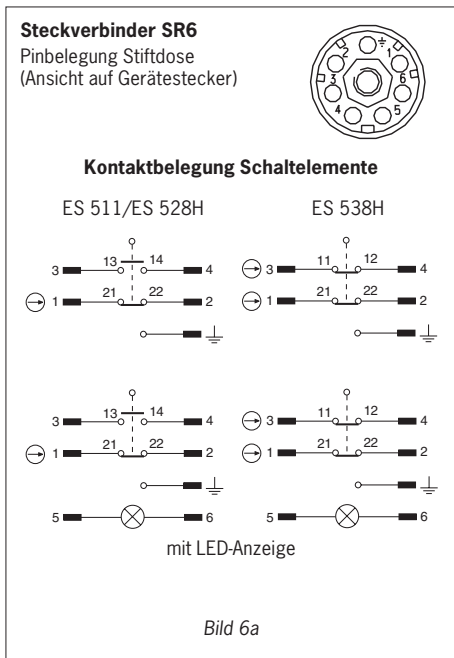

Bild 6a
- ▶ Steckerbelegung siehe Bild 6a.